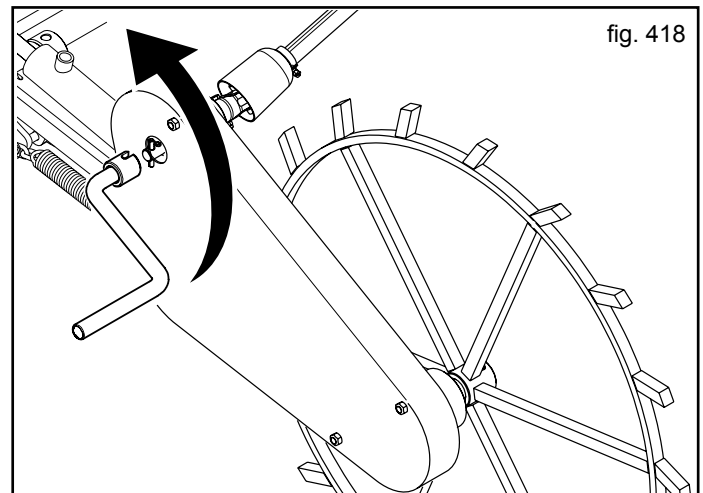

fig. 418
- 6) Sätt in veven i transmissionskassetten och veva moturs (Fig. 418), såsom anges på dekalen: vevens varv motsvarar 1/40 hektar.